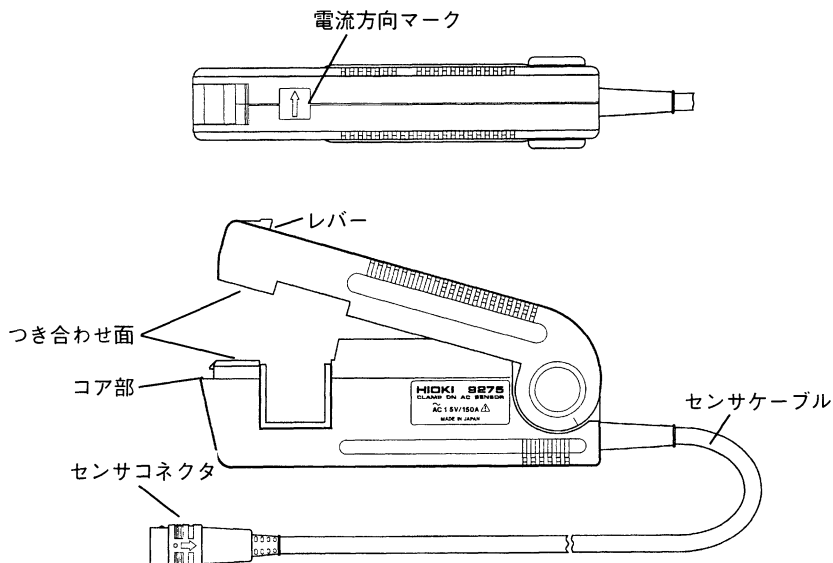

図3. 9275各部名称
- (1) アンプゲインを×1に設定してください。
- (2) センサのレバーを軽く押し、センサ部先端を開いてください。(図3の9275各部名称を参照)
- (3) センサ部に表示してある電流方向マークの矢印が負荷側を向くようにして、被測定導体が中央になるようにしてクランプしてください。